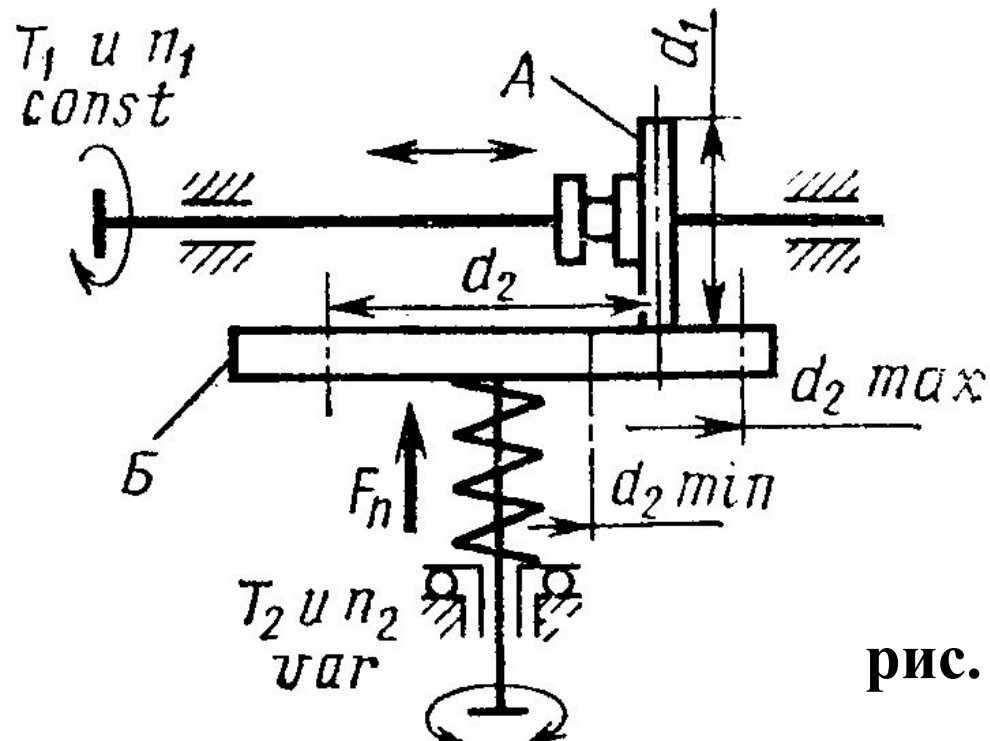

рис. 2
- **Лобовой вариатор** (см. рис. 2). Максимальное и минимальное значения передаточного отношения